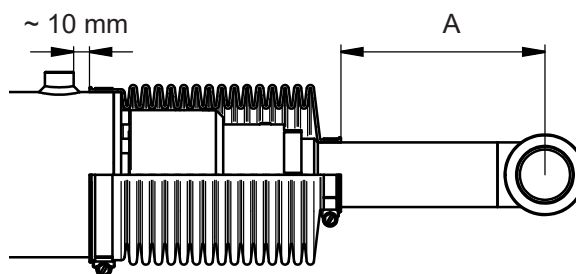

Bild 53. Montering av damasker
11. Montera cylindrarnas damasker. Bild 53.